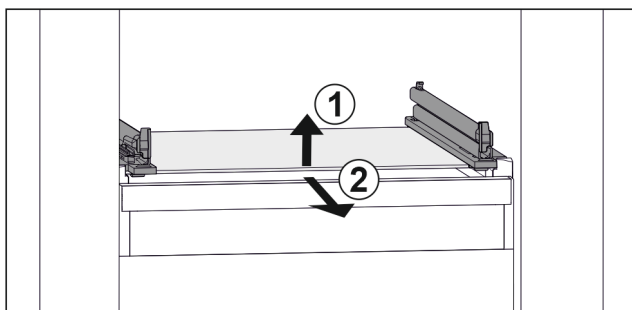

Fig. 41 Příklad znázornění skleněné desky
- ▶ Nadzvedněte skleněnou desku vpředu. Fig. 41 (1)
- ▶ Vyjměte skleněnou desku dopředu. Fig. 41 (2)